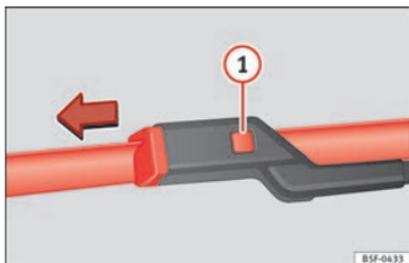

Fig. 77 Remplacement des balais de l'essuie-glace avant.
- Maintenez enfoncée la touche de déverrouillage » fig. 77 ① en tirant légèrement le balai dans le sens de la flèche.